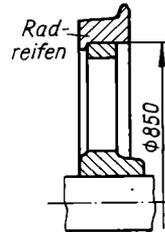

Bild 23
41. Der Radreifen eines Eisenbahnwagenrades wird auf den Radkörper warm aufgezogen (Bild 23). Der Durchmesser des letzteren beträgt 850 mm. Der Reifen aus St 60 ($E = 2200000 \text{ kp/cm}^2$) wird bei der Herstellung auf 849,2 mm Innendurchmesser ausgebohrt. **a)** Um wieviel Millimeter wird die Länge des Reifenringes durch das Aufziehen gereckt? **b)** Welche Zugspannung herrscht in dem Reifen nach dem Aufziehen, wenn der Radkörper als unnachgiebig starr angesehen wird? (Lösung wie bei voriger Aufgabe.)
42. Das „Schrumpfmaß“ für die Radreifen von Lokomotivrädern (Bild 23 wie bei voriger Aufgabe) beträgt $1/1000$, d.h., der Innendurchmesser des Radreifens wird bei der Herstellung um ein Tausendstel kleiner gedreht als der Durchmesser des Radkörpers, auf den der Radreifen aufgezogen wird. **a)** Welchen Innendurchmesser muß ein Radreifen beim Drehen erhalten, wenn der Radkörper 2000 mm Durchmesser hat? **b)** Welche Zugspannung herrscht in dem Radreifen nach dem Aufziehen? Werkstoff St 60. $E = 2200000 \text{ kp/cm}^2$ (Lösung wie bei Aufg. 40).